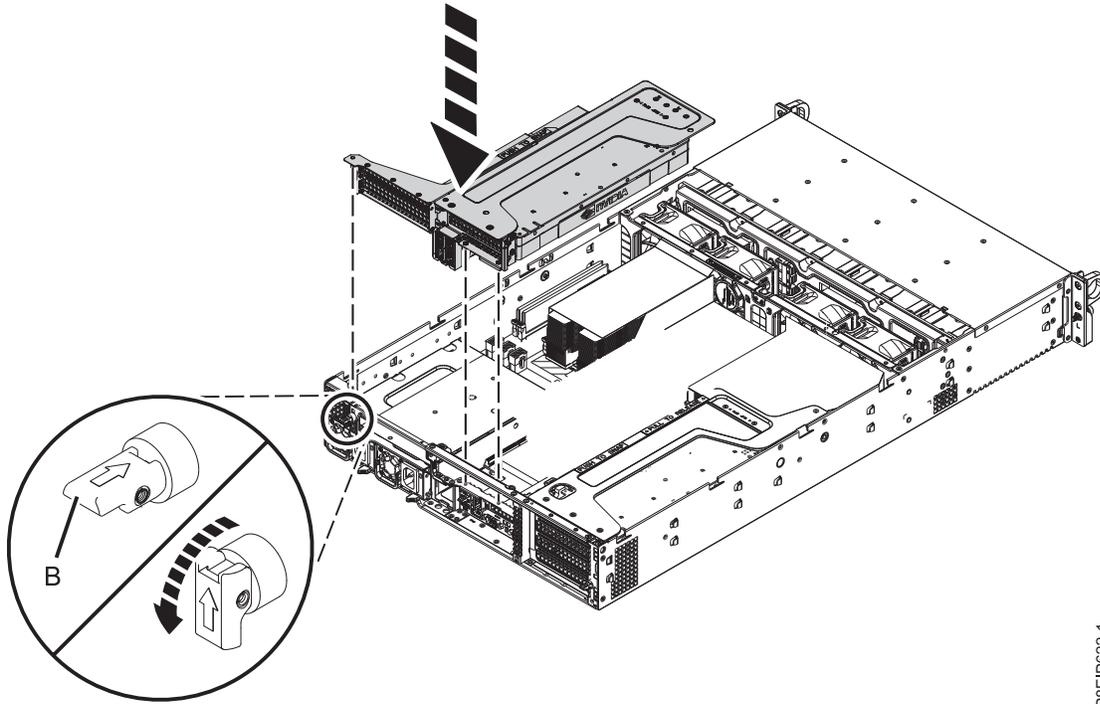

Abbildung 58. Riserkarte in Position 1 und 3 einsetzen
- i. Setzen Sie die PCIe-Riserkarte in das Gehäuse ein (siehe Abb. 58 auf Seite 89).
- 1) Ziehen Sie den Haltestift (B) so heraus, dass der Pfeil zum System zeigt.
- 2) Setzen Sie die Riserkarte ein und achten Sie dabei auf die Steckplätze und Ausrichtungsstifte (A), damit sie richtig eingesetzt werden kann. Drücken Sie die Riserkarte feste in die Systemrückwandplatine.
- 3) Setzen Sie den Haltestift (B) zurück, um die Riserkarte zu befestigen.